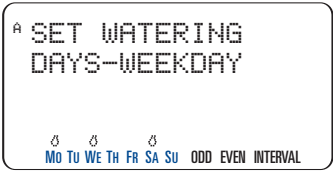

Figure 7: Selecting “Days of Week”
- **NEXT** (Weiter) drücken, bis der gewünschte Wochentag blinkt. **ENTER** (Eingabe) drücken, um den Tag auszuwählen. Bei den ausgewählten Tagen wird ein Tropfensymbol über dem Wochentag angezeigt. Damit fortfahren, bis alle gewünschten Tage ausgewählt sind. [Siehe Abbildung 7]